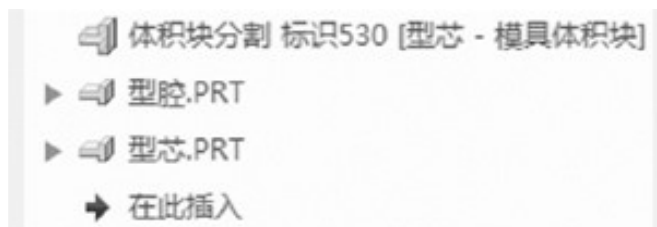

图1-48 模型树中添加两个体积块特征
Step 03 在“模型树”中添加了“型腔”和“型芯”两个体积块，如图1-48所示。